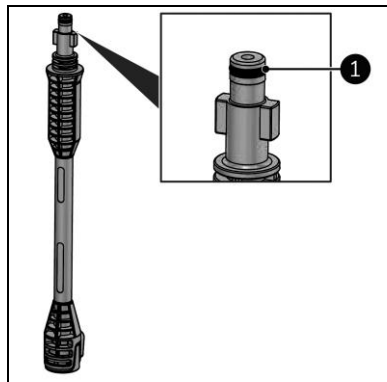

Abbildung 18
6. Tragen Sie Vaseline auf den O-Ring der Verlängerungslanze (Abbildung 18, Pos. 1) auf.